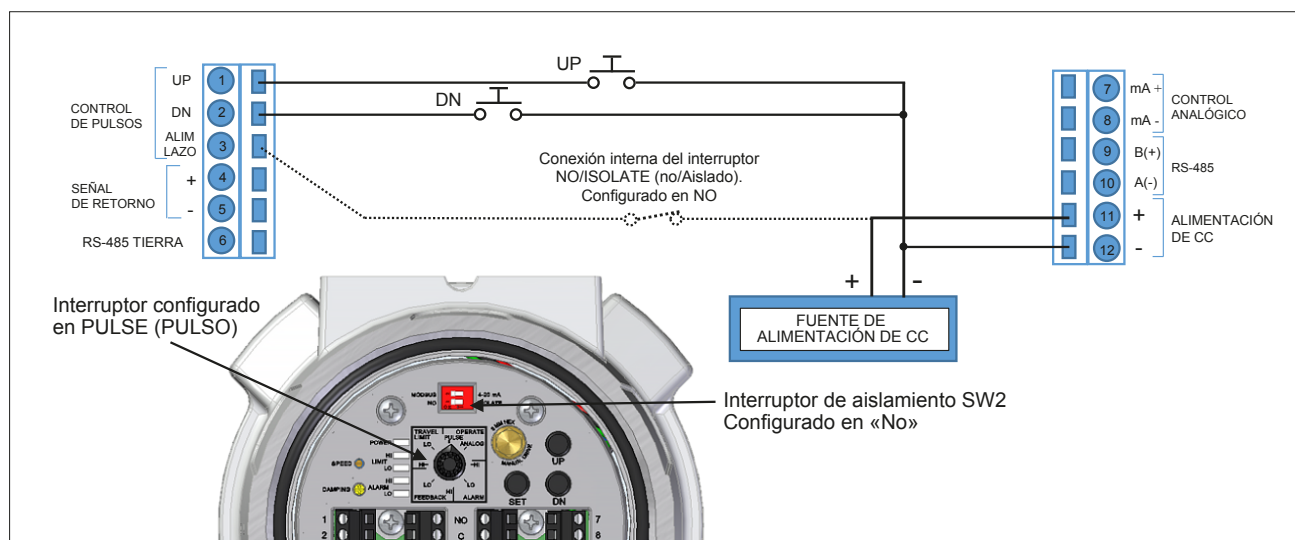

Imagen 4 Control de entrada de pulsos no aislados usando la fuente de alimentación común para la alimentación de lazo de control de pulsos
**SW2, NO:** el circuito de entrada del control de pulsos está conectado a la fuente de alimentación de CC que proporciona energía a la unidad. Un lado de los interruptores de control debe estar conectado a la conexión de la alimentación eléctrica -. (Véase la imagen 4).